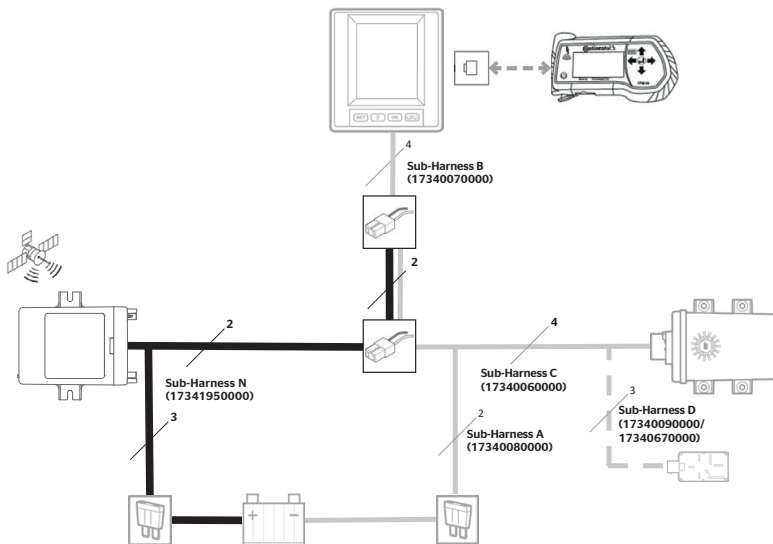

Fig. 1: Variante A
- ◆ Connectez le faisceau de câbles N comme indiqué que la figure. « Fig. 1: Variante A »